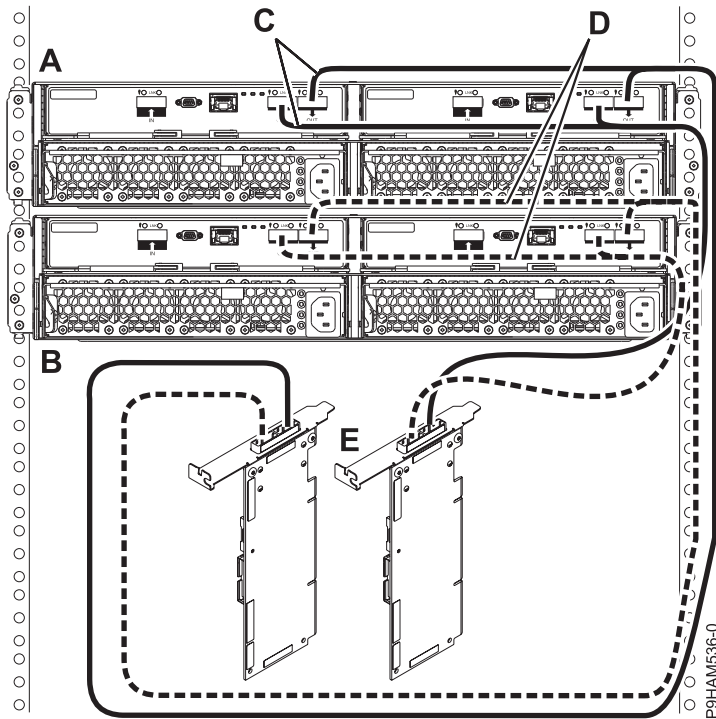

Abbildung 26. Modus 1-Anschluss von zwei Plattenlaufwerkgehäusen des Typs 5887 mit YO-Kabeln an ein SAS-Adapterpaar
17. Schließen Sie zwei Gehäuse im Modus 1 (**A und B**) mit YO-Kabeln (**C und D**) an ein SAS-Adapterpaar (**E**) an, wie in Abb. 26 auf Seite 25 dargestellt, und fahren Sie anschließend mit „Kabel und Netzkabel anschließen und Abdeckungen installieren“ auf Seite 29 fort.